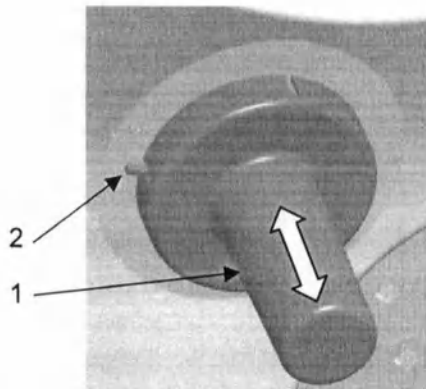

Рис. 3. Монтаж/демонтаж съемной рукоятки
- Для того чтобы снять автоклавируемую рукоятку нажмите на кнопку (рис. 3, поз. 2) и снимите ручку (рис. 3, поз. 1).
- Чтобы установить рукоятку (рис. 3, поз. 1) надевайте ее до тех пор, пока не произойдет ее автоматическая фиксация.
Съемная рукоятка (рис.3, поз.1) изготовлена из материала устойчивого к высокотемпературной стерилизации. Рукоятка должна чиститься, дезинфицироваться и стерилизоваться перед самым первым и каждым последующем применении.